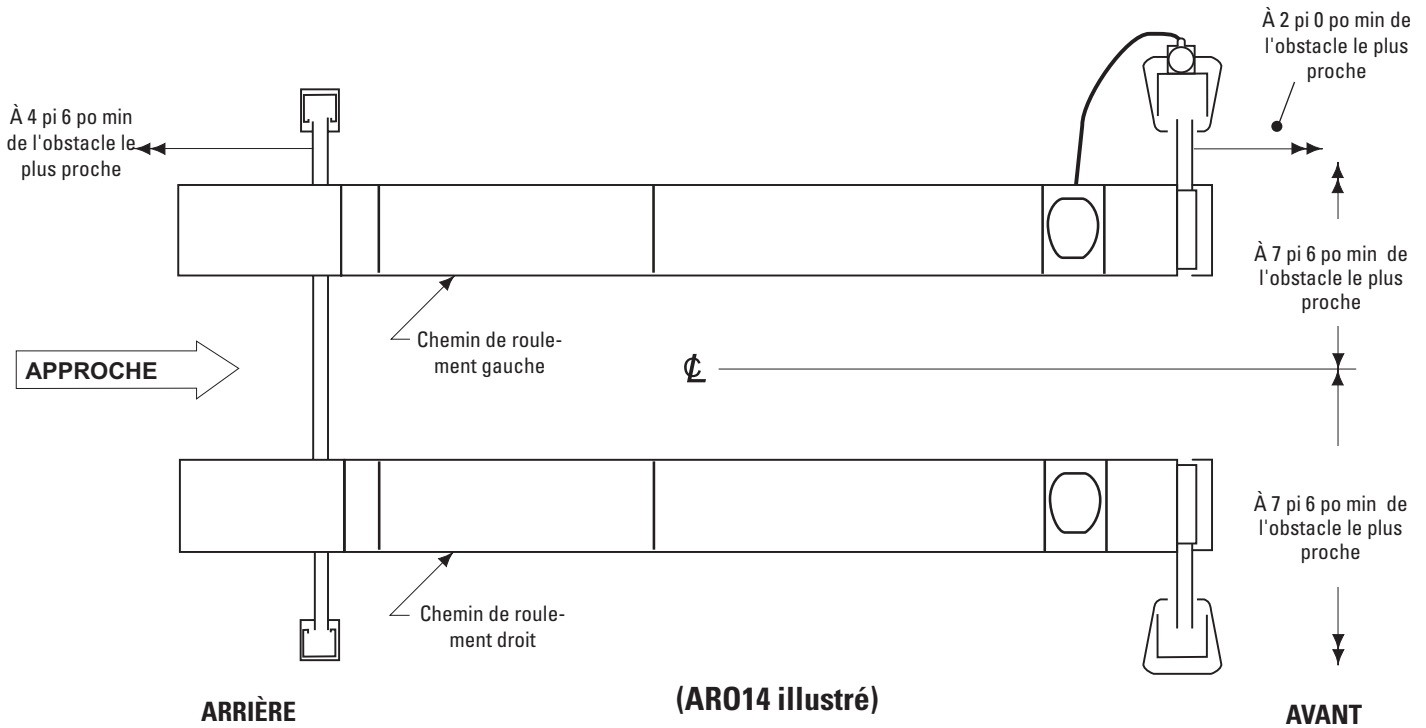

Fig. 1
1. **Emplacement du pont élévateur :** utiliser le cas échéant un plan d'architecte pour l'emplacement du pont élévateur. La Fig. 1 illustre les dimensions d'une disposition de baie type. La surface de plancher du pont élévateur doit être de niveau.